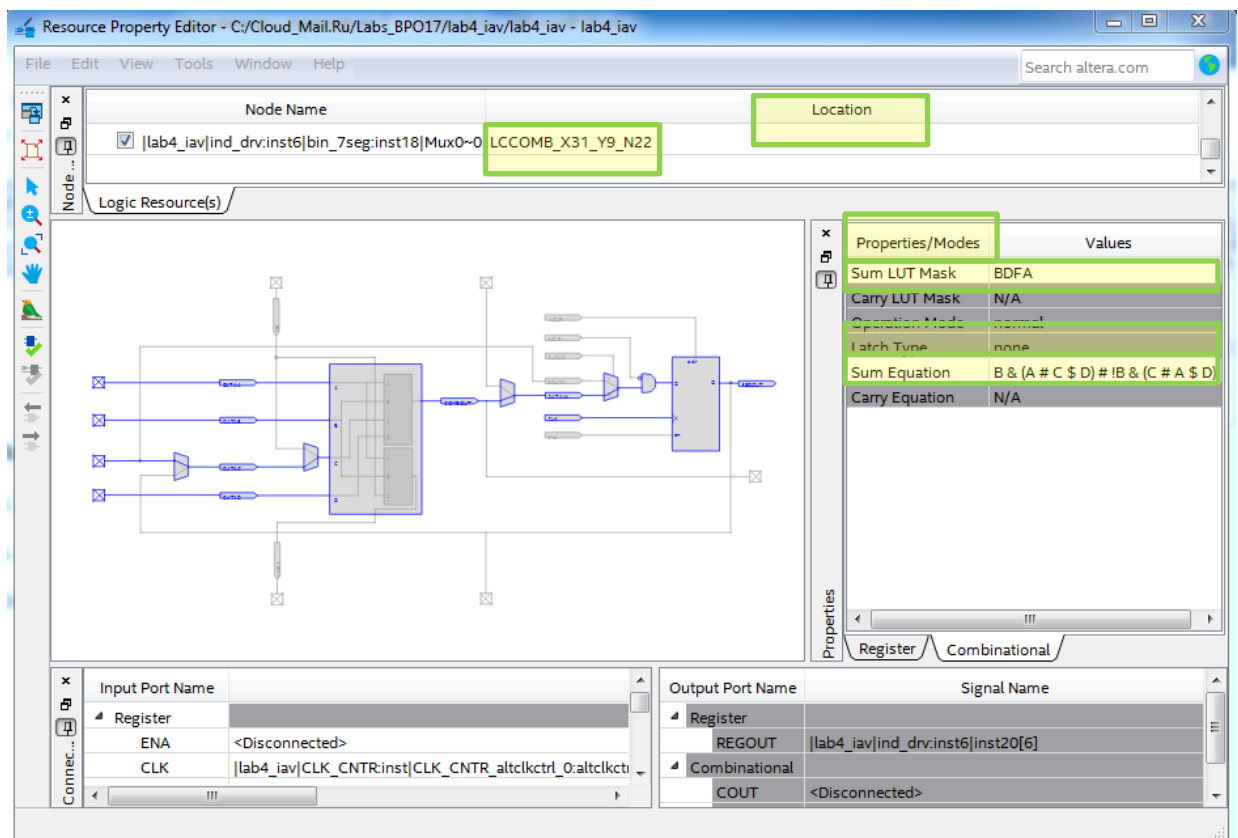

Рис. 59 Отображение части схемы проекта, реализуемой в логической ячейке, в **Resource Property Editor**
12.2. Откройте нижний уровень детализации **bin\_7seg** в компоненте **ind\_drv**. Выделите любой логический элемент **Logic\_Cell\_Comb (LE)** компонента **bin\_7seg** и с помощью перекрестной ссылки откройте **Resource Property Editor** (рис. 59). Дополнительно к информации, которую можно было посмотреть в **Technology Map Viewer (Post-Mapping)** после анализа и синтеза, в поле **Location** добавилась информация о номере ячейки на которой реализуется эта часть схемы: **LCCOMB\_X31\_Y9\_N22**.